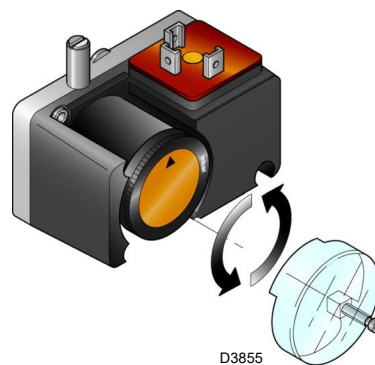

Fig. 31
- Regolare il pressostato gas di minima (Fig. 31 a pag. 32) ad inizio scala.
Eseguire la regolazione del pressostato gas di minima (Fig. 31) dopo aver effettuato tutte le altre regolazioni del bruciatore con il pressostato regolato a inizio scala.